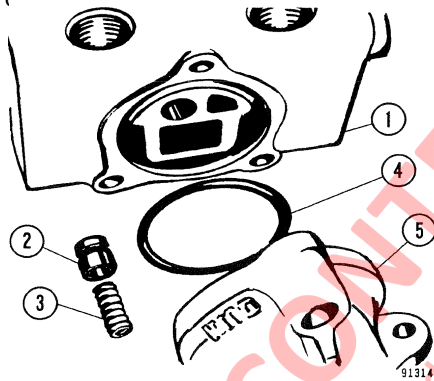

FIGURA 8-16. REENSAMBLADO DE LA VALVULA PILOTO DE ELEVACIÓN
3. Monte el cabezal móvil de retención (2, Figura 8-16) y el resorte (3) en la caja del carrete (1).
4. Monte el anillo de goma nuevo (4) en la caja del carrete. Coloque las cajas de entrada y salida en la caja del carrete.
5. Monte los tirantes de acoplamiento. Monte las tuercas del tirante de acoplamiento. Apriételas con los torques que se muestran en la Figura 8-16.